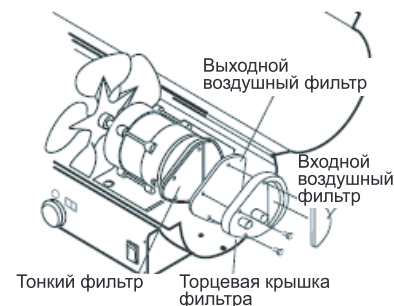

Рис. 15 – Обслуживание фильтров (для всех моделей, за исключением ТК-100000)
- Снять верхний кожух и решетку вентилятора (см. пункт ВХОДНОЙ ВОЗДУШНЫЙ ФИЛЬТР, Рис. 15)